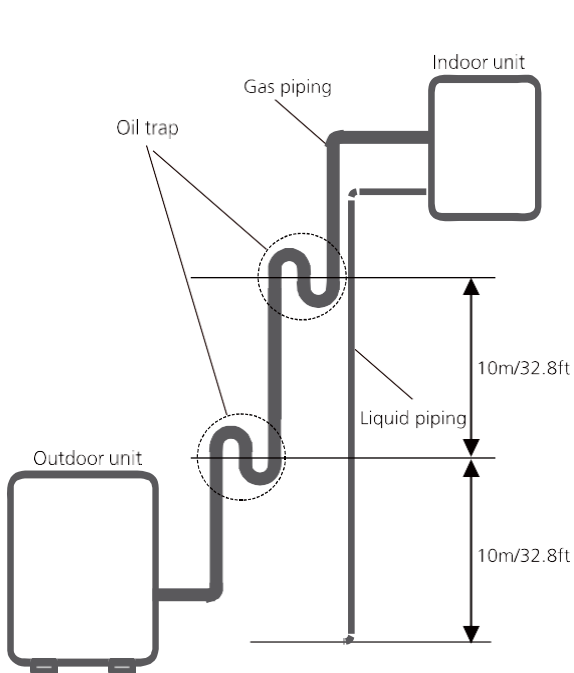

FIG 7.3
- Les pièges à huile dans la tuyauterie de gaz montante peuvent empêcher cela. Un piège à huile doit être installé tous les 10m de l'élévateur de ligne d'aspiration vertical (voir fig 7.3).